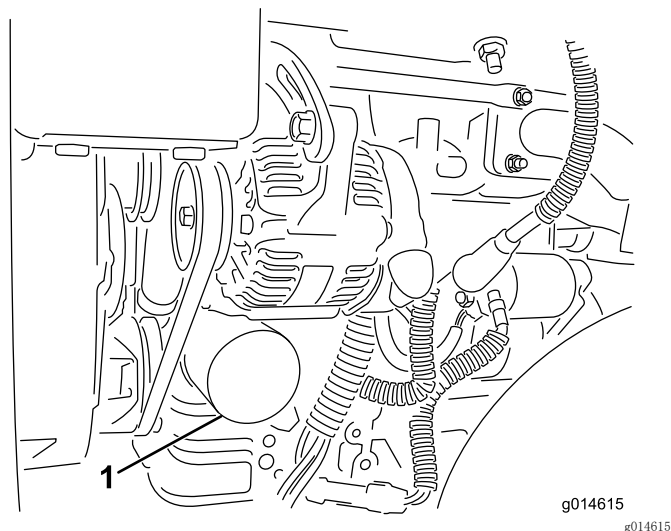

图40
2. 拆下机油滤芯（图40）。在新的滤芯垫片上涂上薄薄一层干净油。